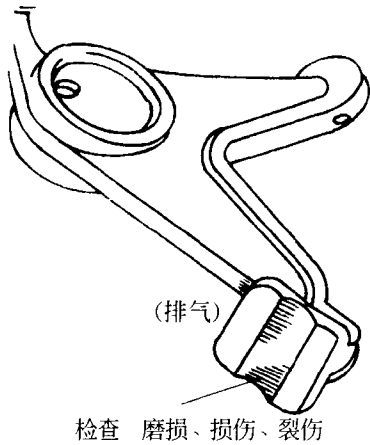
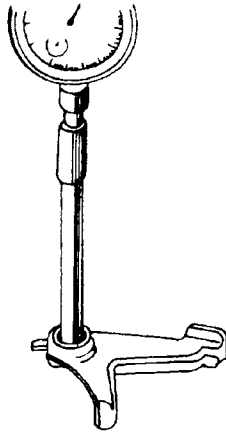

图 1-7 检查工作面
图 1-8 内径千分表
(1) 凸轮从动件。凸轮从动件的检查如图 1-7、图 1-8 所示。检查其工作面有无严重磨损、损伤和裂痕; 检查其内径是否超过了维修极限。内径的标准值为 $\phi 12^{+0.02}_0$ mm, 维修极限值为 $\phi 12.05$ mm。当工作面有损伤或内径超过极限值时应更换凸轮从动件。